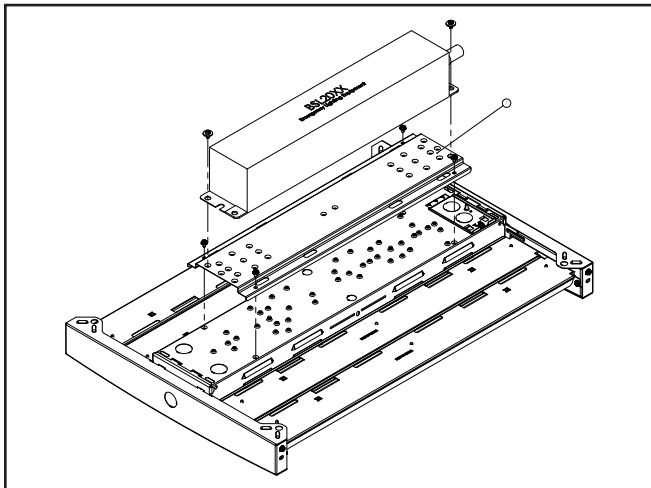

Figura 1.
2. Extraiga la batería y la placa de montaje de la luminaria quitando los 4 tornillos mostrados. (Figura 1.)